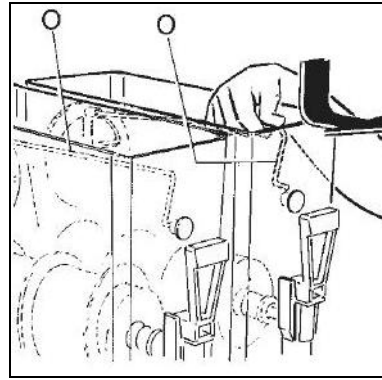

Fig. 11
- **E**fectuar el reensamblaje del dispositivo de mezcla superior (O) procurando que su corona dentada esté alineada con la inferior, para facilitar el enganche perfecto del perno delantero en su asiento ubicado en la cuba (ver la fig. 11).